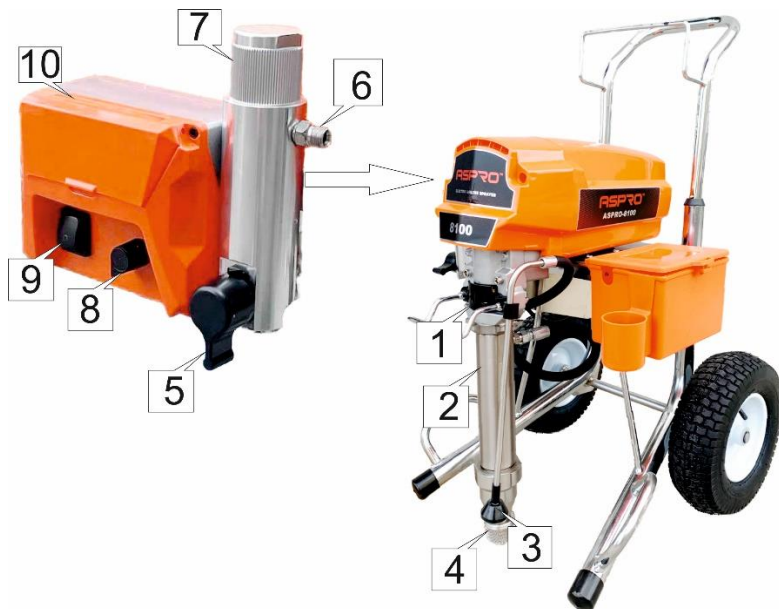
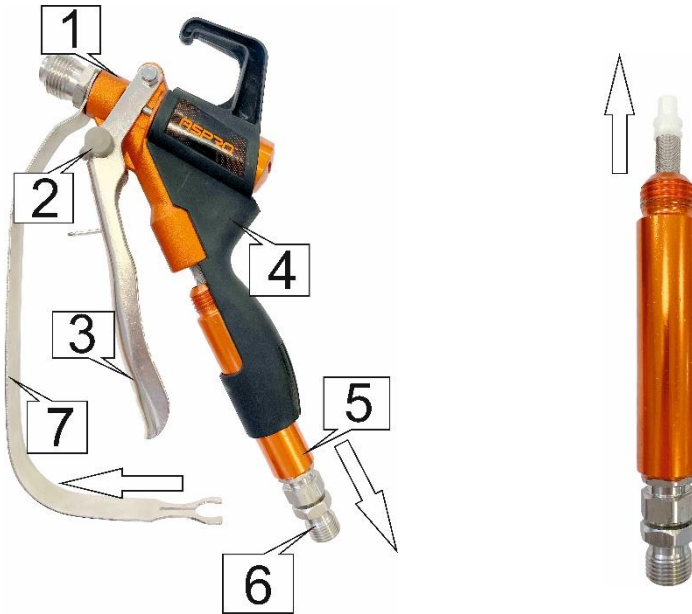

Рис.1
Рис.2
1. Подсоедините один конец окрасочного шланга к штуцеру коллектора №6 (рис.1), другой конец соедините с поворотным соединением №6 (рис.2) пистолета-распылителя. Снимите соплодержатель и сопло
2. Установите предохранитель курка на пистолете №2 (рис.2) во включенное положение.
3. Заполните гайку уплотнения горловины через отверстие №1 (рис.1) составом для уплотнений, чтобы предотвратить преждевременный износ уплотнения. Всегда выполняйте смазку перед началом работы. Не позволяйте краскораспылителю работать всухую больше 30 секунд
4. Убедитесь, что выключатель №9 (рис.1) находится в положении «0» - Выключено. Подключите штепсель к электрической сети 220В.
5. Установите дренажный кран №5 (рис.1) в положение заливки (ручка направлена вниз).
6. Поместите насос №2 (рис.1) с фильтром грубой очистки №4 (рис.1) в заземленную металлическую емкость, частично наполненную жидкостью для промывки. Подсоедините провод заземления к емкости и к контуру заземления.
1. Установите регулятор давления №8 (рис.1) на минимальное значение, повернув его против часовой стрелки до упора.
2. Переверните выключатель №9 (рис.1) в положение «I» Вкл. Для включения электродвигателя.
3. Поверните регулятор давления №8 (рис.1) по часовой стрелке на 1/3. Двигатель начнет работу, жидкость будет поступать в насос. Дайте жидкости циркулировать через дренажную трубку в течение 15 секунд.
4. Поверните дренажный кран №5 (рис.1) вверх (ручка горизонтально). Жидкость перестанет выходить из дренажной трубки.
1. Переведите выключатель №9 (рис.1) в положение «О» Выкл. Для выключения электродвигателя.
2. Убедитесь, что дренажная трубка находится в емкости. Удерживая трубку, поверните дренажный кран №5 (рис.1) вниз. Жидкость выйдет из насоса через дренажную трубку.
5. Убедитесь, что в системе нет давления жидкости. На дисплее блока контроля №10 (рис. 1) отображается «0».
7. Очистите фильтр в ручке пистолета и в коллекторе №.7 (рис.1)